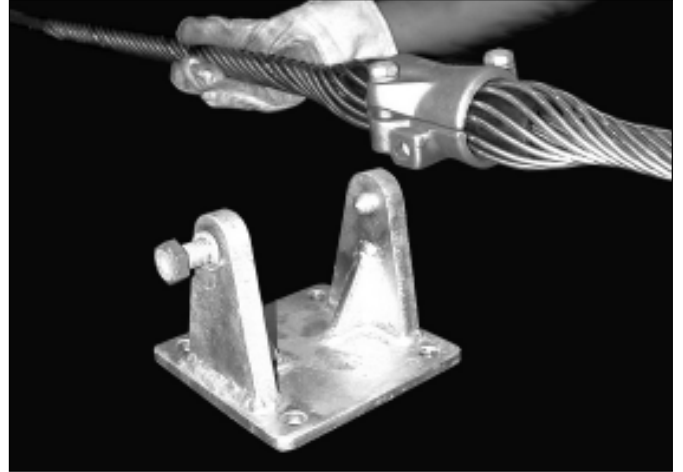

FIGURA 9
4.1 Encaje el agujero de la grapa en el perno del soporte (Figura 9).